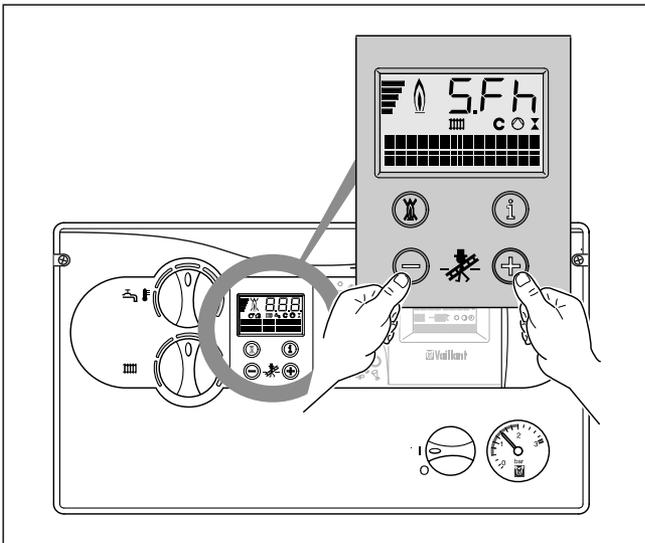

Abb. 6.3 Schornsteinfeger-Messungen
- Aktivieren Sie den Schornsteinfeger-Betrieb, indem Sie gleichzeitig die Tasten „+“ und „-“ des DIA-Systems drücken (Abb. 6.3).